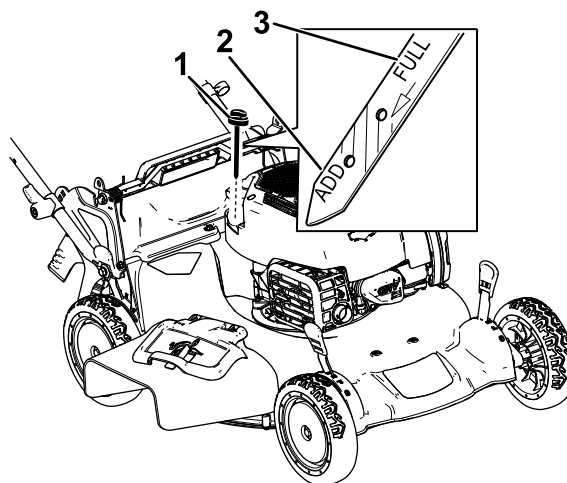

Figure 39
3. Tournez le bouchon dans le sens antihoraire et sortez la jauge (Figure 39).
10. Relevez le niveau d'huile indiqué sur la jauge (Figure 39).